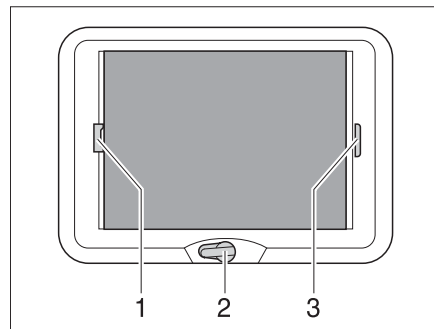

Fig. 87 Claraboya de manivela
- Girar la manivela (Fig. 87,2) hasta que se note resistencia (ángulo de apertura máx. 70°).
Cerrar: ■ Tirar del asidero (Fig. 87,3) del estor plegable y soltarlo en la posición deseada. El estor plegable se queda fijo en esta posición.
Cerrar: ■ Tirar del asidero (Fig. 87,1) de la protección contra insectos hacia el asidero opuesto del estor plegable (Fig. 87,3) y hacerlos engatillar.
Abrir: ■ Presionar el tirador de la protección contra insectos (Fig. 87,1) por la parte de atrás hacia arriba y desengancharla del estor plegable (Fig. 87,3).